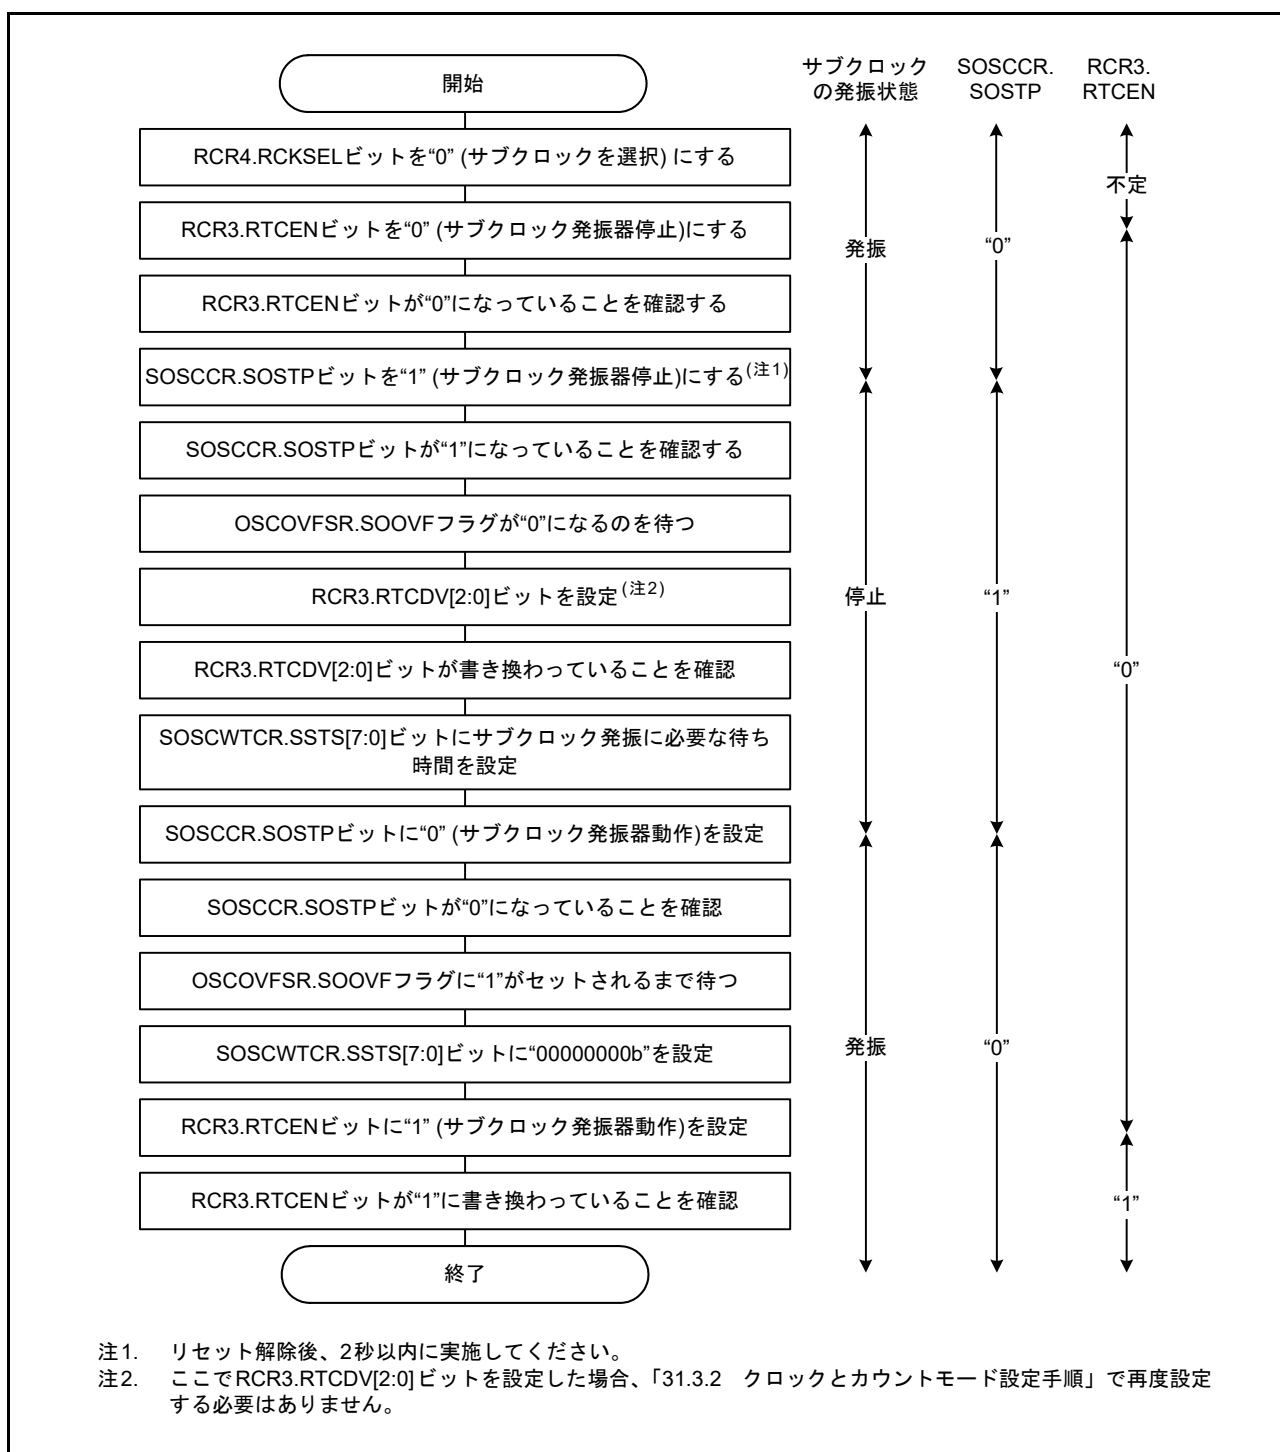

図 9.13 サブクロックをリアルタイムクロックのカウントソースに使用する場合の初期化フローチャート例
- サブクロックをシステムクロックとして使用し、かつリアルタイムクロックのカウンタソースとして使用する場合、もしくはサブクロックをリアルタイムクロックのカウンタソースのみに使用する場合は、**図 9.13** のフローチャートの例に従って初期設定してください。その後、「**31.3.2 クロックとカウンタモード設定手順**」に記載されたクロック設定手順に従って設定を行ってください。